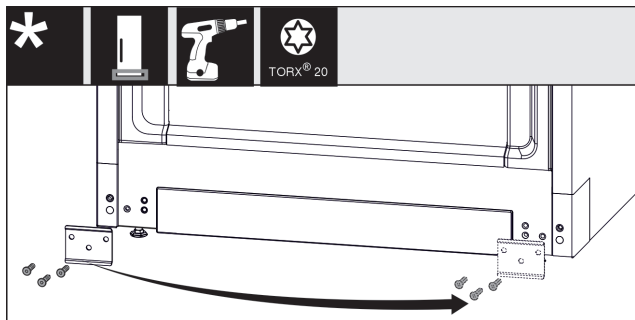

Fig. 13
- ▶ Отвинтете листа, обърнете я на другата страна и го завинтете отново. Fig. 13 (1)